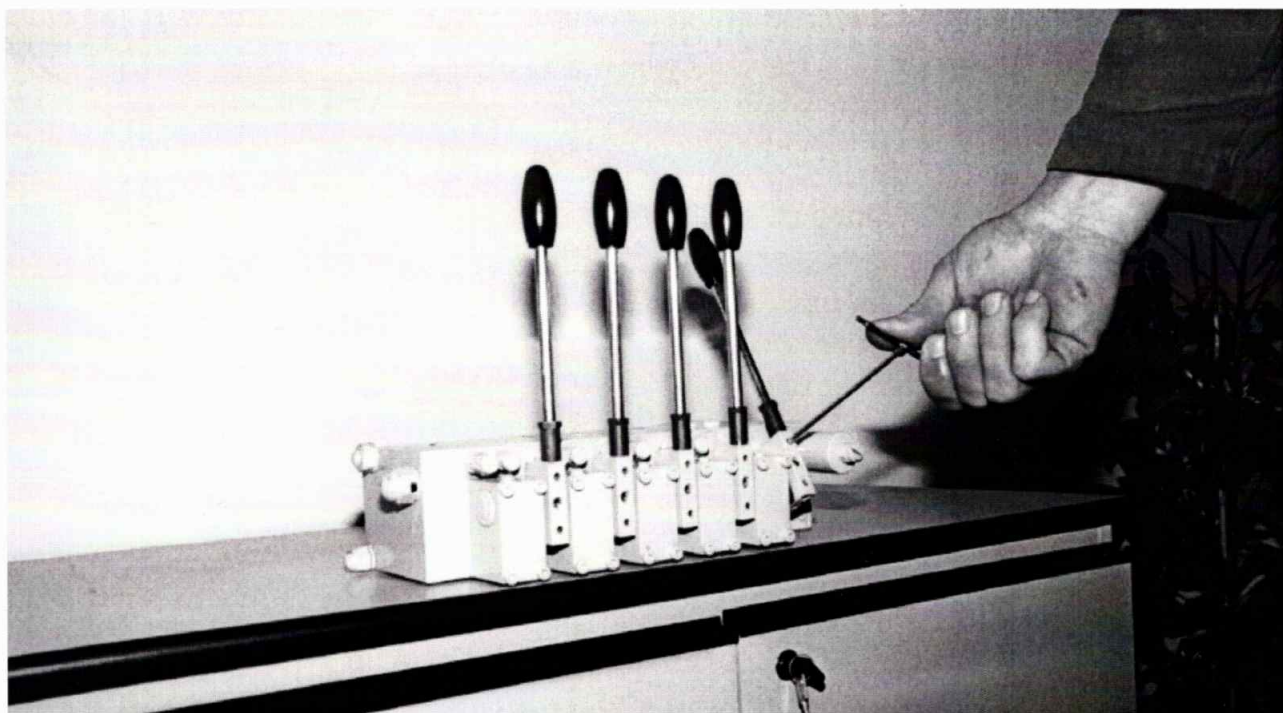
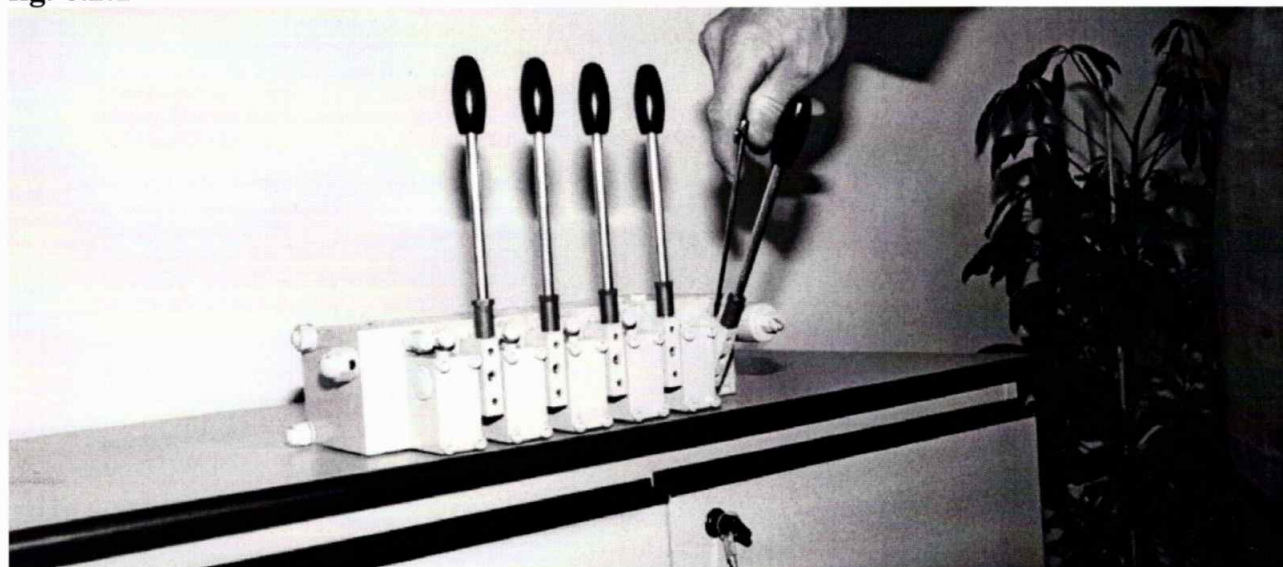

fig. 6.2.1
fig. 6.2.2
Per variare la taratura di ogni sezione del distributore per avere un nuovo valore costante di riferimento, bisogna agire sui grani di battuta della leva, come mostrato in fig. 6.2.1 e fig. 6.2.2. Questi grani variano lo spostamento massimo della leva, uno in un senso e l'altro nell'altro senso.
- 1) allentare il grano indicato dalla chiave in fig. 6.2.1;
- 2) avvitare il grano indicato dalla chiave in fig. 6.2.2, se si vuole che lo spostamento massimo della leva diminuisca, o svitarlo, se si vuole che aumenti;
- 3) stringere nuovamente il grano indicato nella fig. 6.2.1, per bloccare il finecorsa della leva nella nuova posizione.